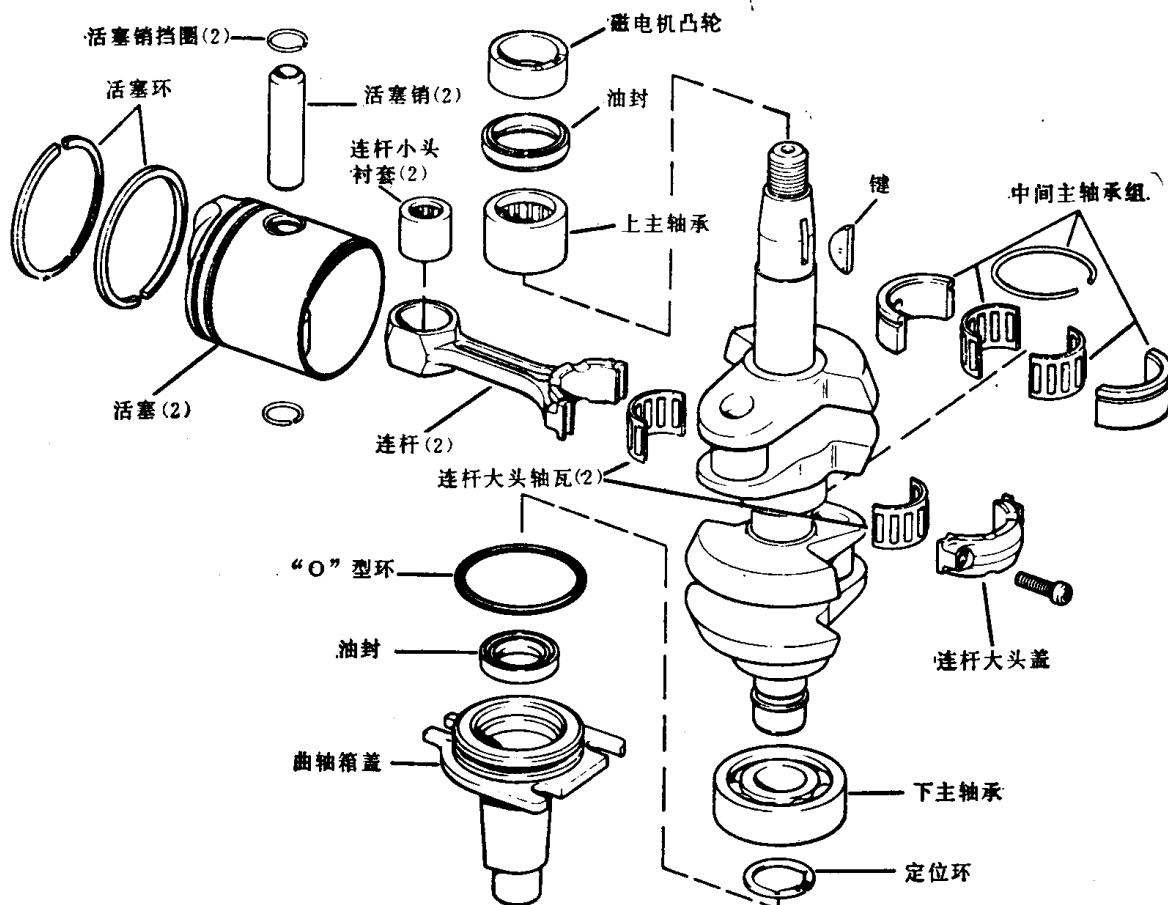

图2.11 曲轴，活塞和连杆组件——二冲程发动机（注意曲轴）
**连杆** 连杆通过活塞销连接曲轴和活塞（图2.11）。很多小型发动机采用铸铝连杆。稍大尺寸的发动机采用钢制连杆。为提高强度和减轻重量，连杆采用工字型截面。连杆下端（大头）装有连杆盖。连杆大头和连杆盖装配成一体精密加工，保证形成一个完整的圆型。连杆盖和连杆用螺栓连接，连杆大头轴承面包在曲轴上。许多连杆特别是重型或是昂贵的发动机的连杆装有可更换的轴承面，叫作连杆轴瓦。